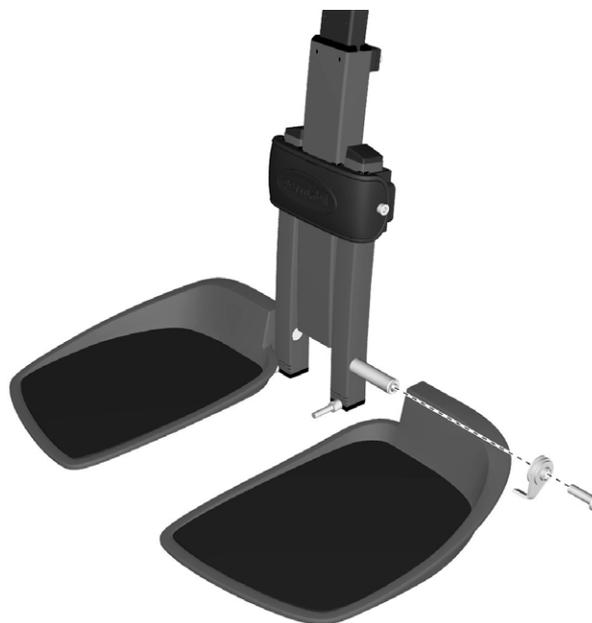

Abbildung 189. Fußplatte und ihre Friktionsbremse.
3. Reibungsbremse der Fußplatte entfernen, indem man die Teile von der Achse zieht. Siehe Abbildung. 189.
4. Fußplatte entfernen, indem man sie von der Achse zieht. Siehe Abbildung. 189.
1. Fußplatte anbringen, indem man sie auf die Achse schiebt. Siehe Abbildung. 189.
3. Schraube anbringen, mit der die Fußplatte montiert ist. Siehe Abbildung. 189. Schraube mit einem Drehmomentschlüssel festziehen. **Anziehdrehmoment 33 Nm.**